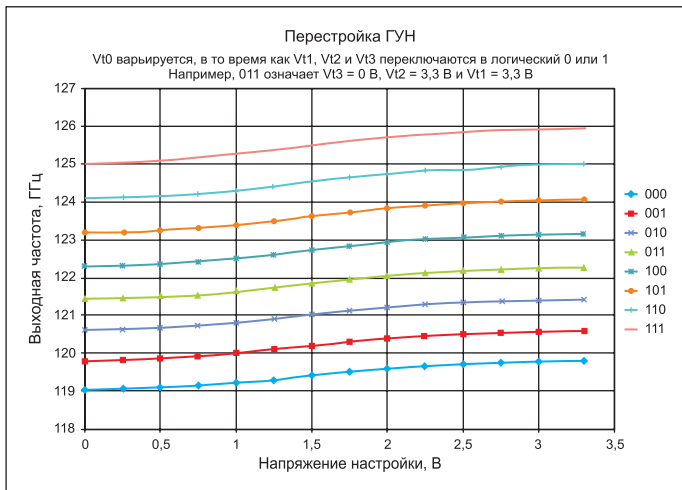

Рис. 11. Диапазоны частот ГУН для TRX_120_001/002
- в первом диапазоне перестройки разбит на 8 поддиапазонов, которые выбираются цифровыми входами Vt1–Vt3. Перестройка в поддиапазоне осуществляется в пределах 800–950 МГц с напряжением на входе Vt0 (рис. 11);